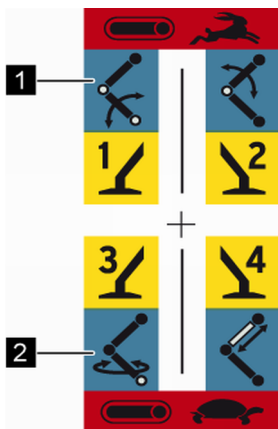

Fig. 55: Fonctions de la plateforme
3. → Sélectionner avec le levier de présélection, les fonctions de la plateforme (Voir la Fig. 55/1 ou 2).